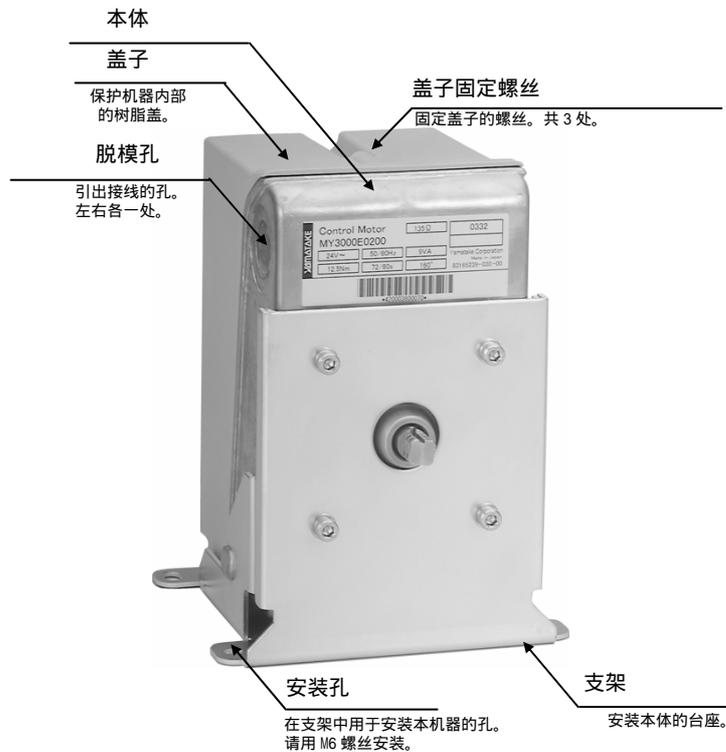

图2 各部位名称
- 2) 在进行接线时，必须在执行器上开脱模孔。在端子台的两侧有 22 的非贯通脱膜孔，根据接线管或接头的安装方向，挑选合适的孔径用螺丝刀轻轻敲击，打通该所选择的孔。(参照图 2)
- 3) 在进行接线作业时，将三处端子固定螺丝卸下，然后卸下盖子。(参照图 2)
(参照图 2)
- 6) 接线后，用盖子固定螺丝将盖子固定。(参照图2)